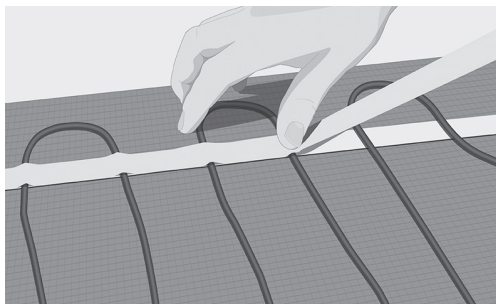

Рис. 11. Закрепление кабеля маскировочной лентой
10. Закрепите кабель маскирующей лентой поверх кабеля и двусторонней ленты. Тщательно прижмите ленту к кабелю, чтобы предотвратить образование воздушных карманов во время заделки (рис. 11).